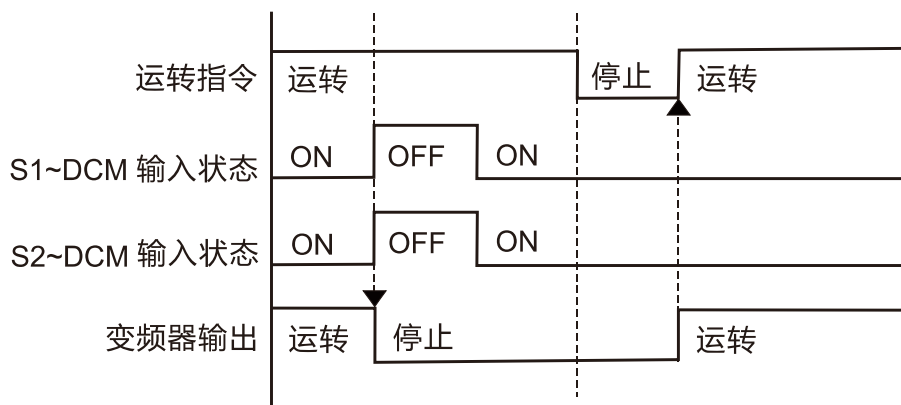

图 17-7
当 S1~DCM 及 S2~DCM 在运转时 OFF (要求有安全功能), 变频器停止输出, 而当 S1 / S2 状态回复 (ON) 后, STO 自动警报自动清除, 待再次下达运转命令时, 变频器即可输出, 如下图 17-7。